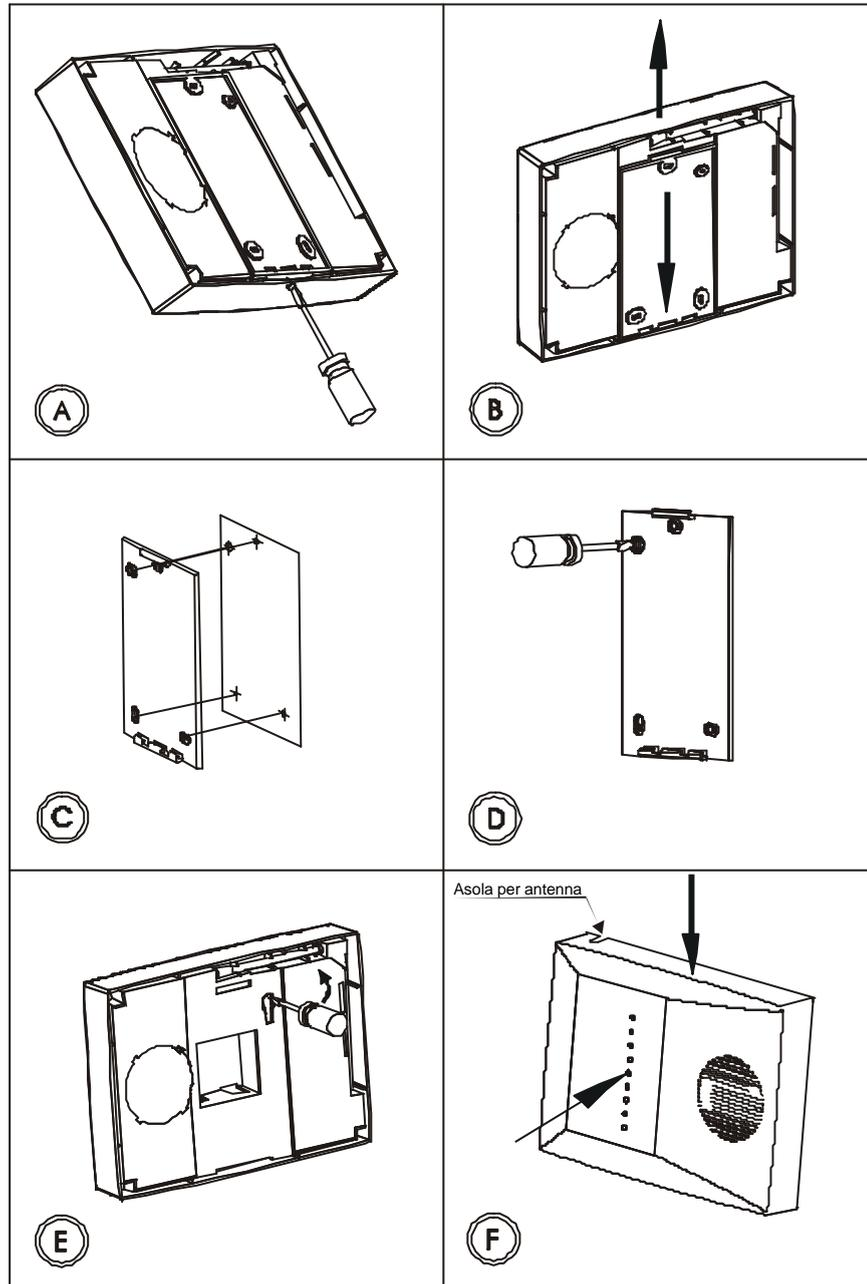

Fig. 11 – Vista della sequenza di montaggio della Centrale.
- - Sfilare dalla copertura frontale della Centrale la chiusura asola dell'antenna (vedi fig. 11-F, pag. 29).
- Allentare la vite di blocco della Centrale (fig. 11-A, pag. 29).
- Facendo scorrere la Centrale verso l'alto, staccare la piastra di fissaggio a parete della stessa (fig. 11-B).
- Posizionare il supporto come indicato nella fig. 11-C e praticare i quattro fori da (Ø 6) per i tasselli.
- Utilizzando i tasselli e le viti fornite con la Centrale, fissare il supporto a parete (fig. 11-D).
- Per mezzo di un giravite rimuovere il fermo di blocco microswitch antistrappo (fig. 11-E); vedere la nota che segue.
- Agganciare la Centrale al supporto, esercitando una leggera pressione verso la parete e facendola scorrere verso il basso (fig. 11-F).
- Stringere la vite di blocco della copertura frontale (fig. 11-A).